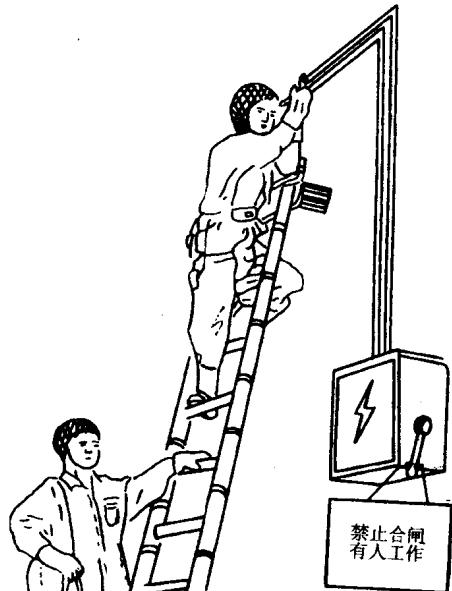

图 1-1 维修时电源开关应挂警告牌
(4) 悬挂警告牌。在断开的开关和刀开关操作手柄上悬挂“禁止合闸，有人工作”的警告牌，必要时加锁固定，如图 1-1 所示。